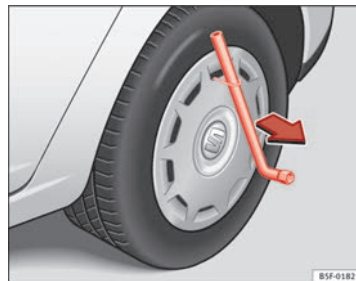

Fig. 165 Retirar o tampão
- Retire o tampão integral da roda com o gancho metálico ⇒ Fig. 165.